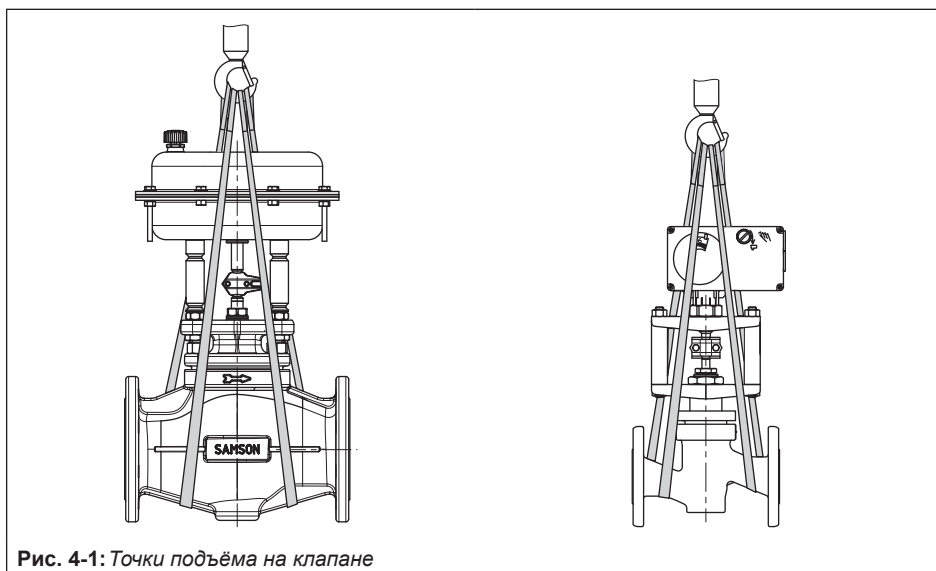

Рис. 4-1: Точки подъёма на клапане
- Используйте в качестве несущего элемента крюк с предохранительным замком (см. рис. 4-1), чтобы предотвратить соскальзывание таковой оснастки с крюка во время поднимания и транспортировки.
1. Закрепите по одной подъёмной петле на фланцах корпуса и на монтажной конструкции (например, крюке) крана или вилочного погрузчика, см. Рис. 4-1.